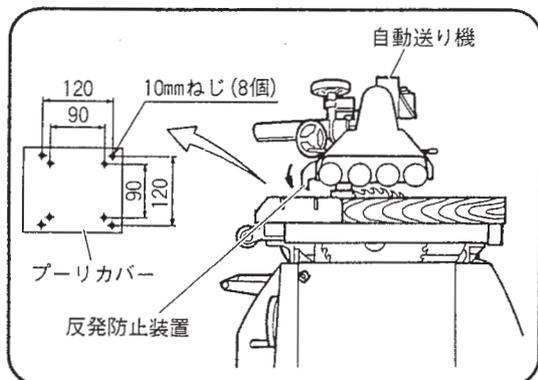

図 54
**注** ● このとき自動送り機の送材ローラが図 54 の矢印の方向にまわることを確認してください。
- (4) タンシカバーを取付け、コードをナイロンクリップで固定します。